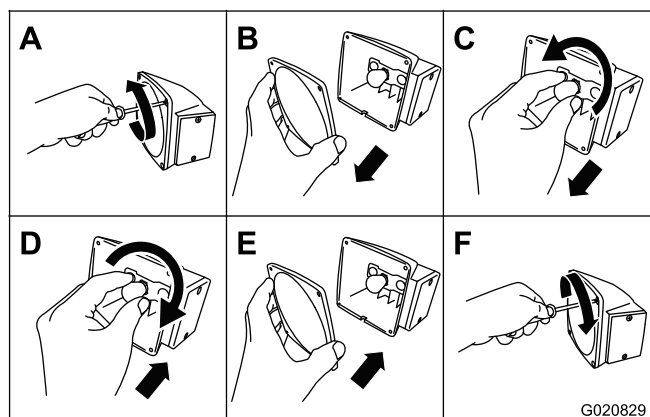

Figure 56
- À l'aide d'un tournevis, retirez les 4 vis du grand verre carré sur le feu (Figure 56).
- Déposez le verre (Figure 56).
- Poussez sur l'ampoule et tournez-la dans le sens antihoraire pour la retirer de la douille (Figure 56).
- Poussez une ampoule neuve 1157 dans la douille et tournez-la dans le sens horaire pour la bloquer en place (Figure 56).
- Reposez le verre et les 4 vis (Figure 56).